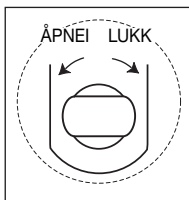

Fig. 2 - Utløsningsventil
- Bruk den rektangulære enden av pumpehåndtaket og drei avlastningsventilens spindel mot klokken for å åpne ventilen (ikke mer enn to omdreininger). Se Fig. 2.